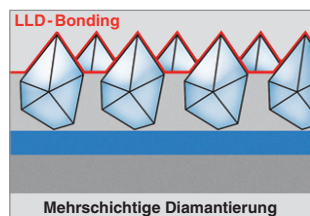

Fig. 1
**Hohe Schleifleistung (Fig. 1/3)**
**High cutting performance (Fig. 1/3)**
**Fort pouvoir abrasif (Fig. 1/3)**